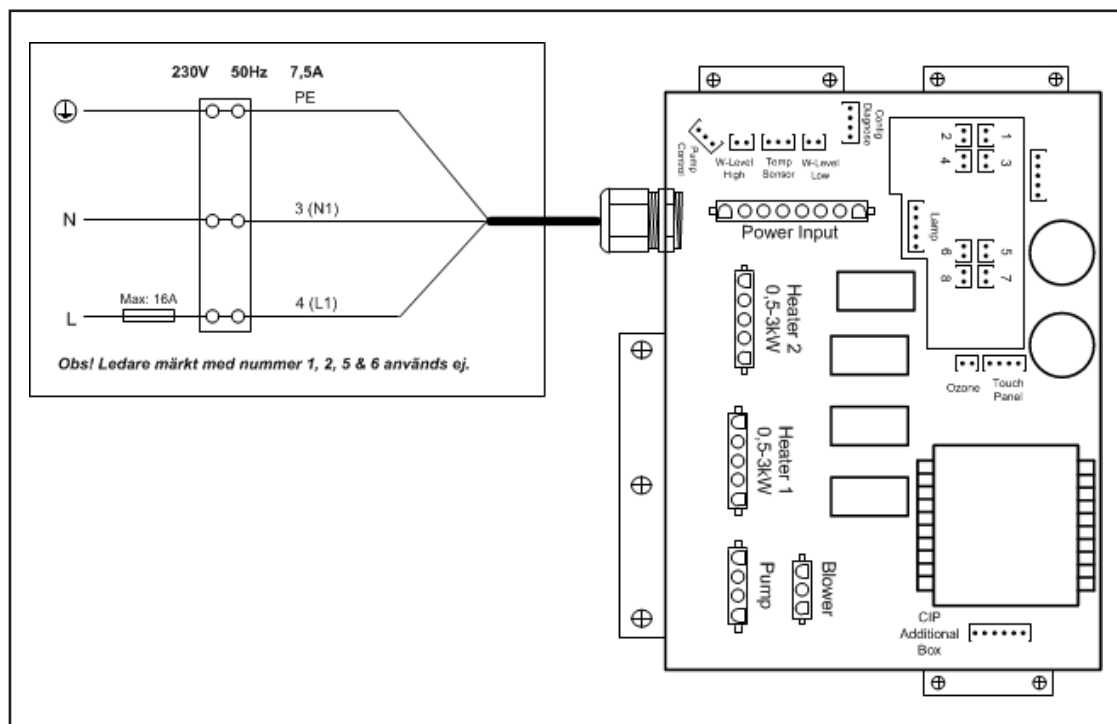

Bild 3.1 - Kopplingsschema för Nordhem Massage System 2
- Elinstallation skall utföras av behörig elinstallatör (se bild 3.1 nedan för kopplingsschema)